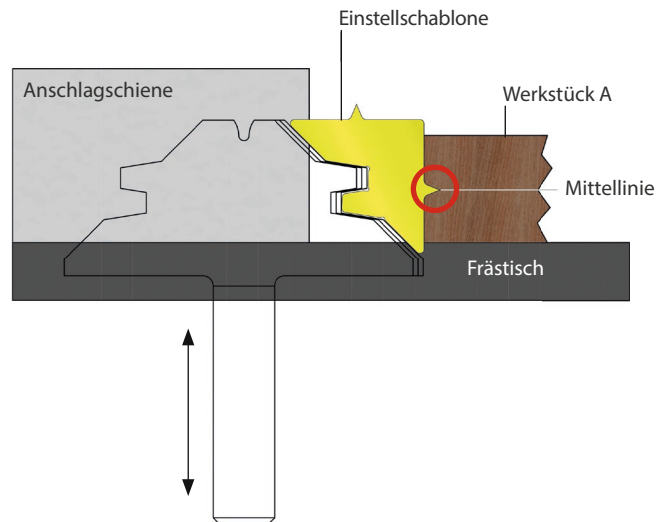

Abb. 4: Fräserhöhe mittels Schablone einstellen
3. Justieren Sie den Fräser in der Höhe, bis die Nasenspitze der Einstellschablone exakt mit der Mittellinie auf dem **Werkstück A** übereinstimmt (Abb. 4).